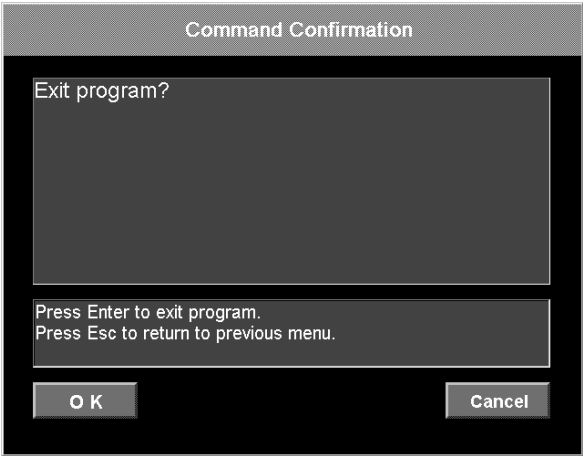

Fig. 65
To cancel exiting the program, click the **Cancel** button or press the Esc key on your keyboard. (Fig. 65)
2. Cliquer sur le bouton **OK** ou appuyer sur la touche Entrée du clavier pour quitter le programme. Pour annuler la sortie du programme, cliquer sur le bouton **Cancel** ou appuyer sur la touche Echap du clavier (Fig. 65).
2. Klicken sie auf **OK** oder drücken Sie die "Enter"-Taste auf Ihrer Tastatur um das Programm zu beenden. Um das Beenden des Programms abubrechen, klicken Sie auf **Cancel** oder drücken Sie die "Esc"-Taste auf Ihrer Tastatur. (Abb. 65)
2. Haga clic en el botón **OK** o pulse la tecla Intro del teclado para cerrar el programa. Para cancelar el cierre del programa, haga clic en el botón **Cancel** o pulse la tecla Esc del teclado. (Fig. 65)